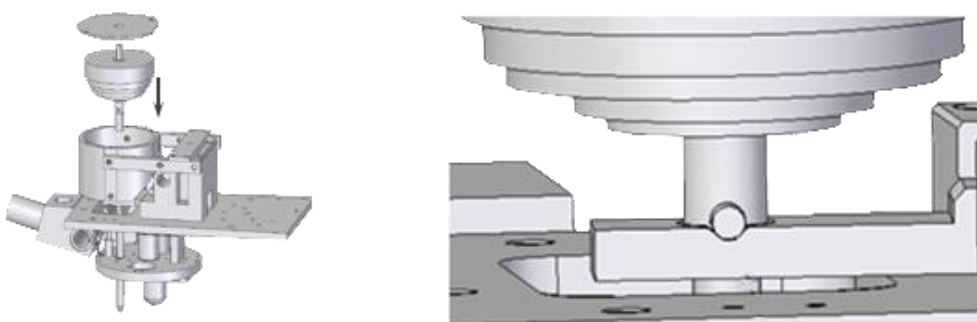

Рисунок 2.3 – Установка грузов
4. Установить грузы в порядке по возрастанию на опорную трубку (ось) для грузов (рис. 2.3).